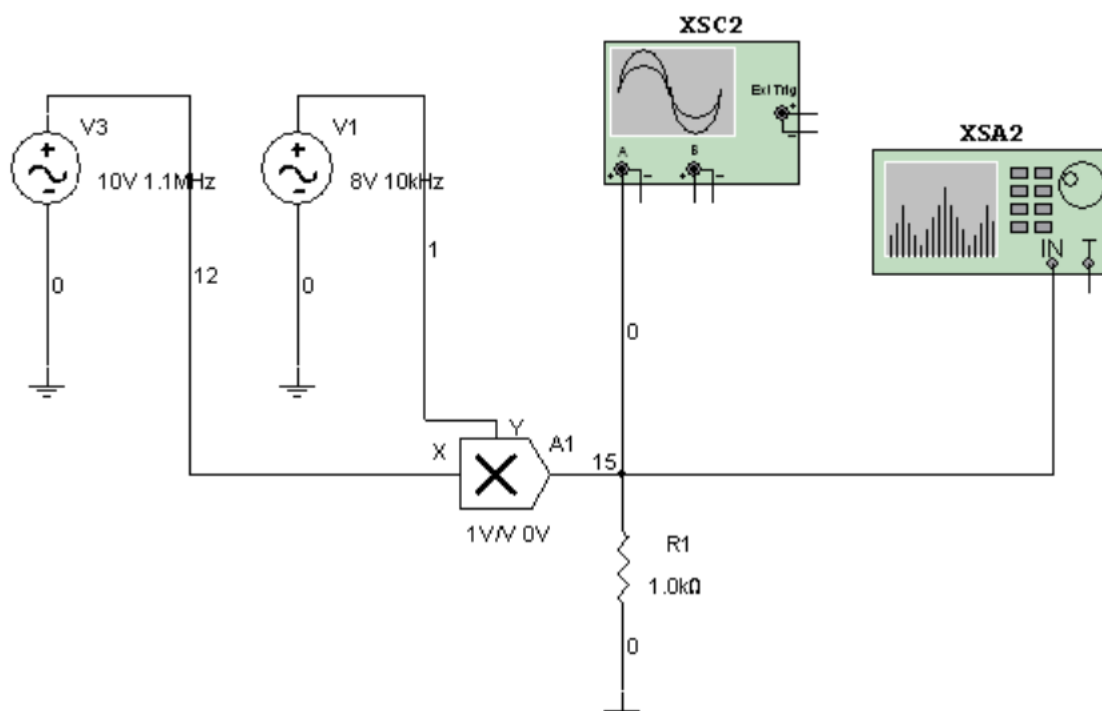
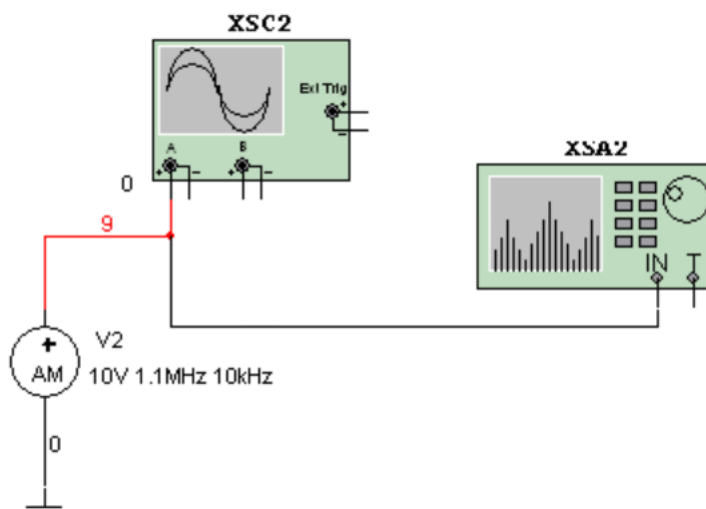

Рис.13-1 Две боковые полосы при помощи умножителя.
Рис.13-2 Амплитудный модулятор
7. Соберите схему, изображенную на рис. 13-1.
14. Соберите схему амплитудного модулятора, изображенную на рис. 13-2. Установите значение коэффициента модуляции в 1. Таким образом можно определить максимальную производительность модулятора. Удостоверьтесь, что все параметры амплитудного модулятора соответствуют схеме на рис.13-1.